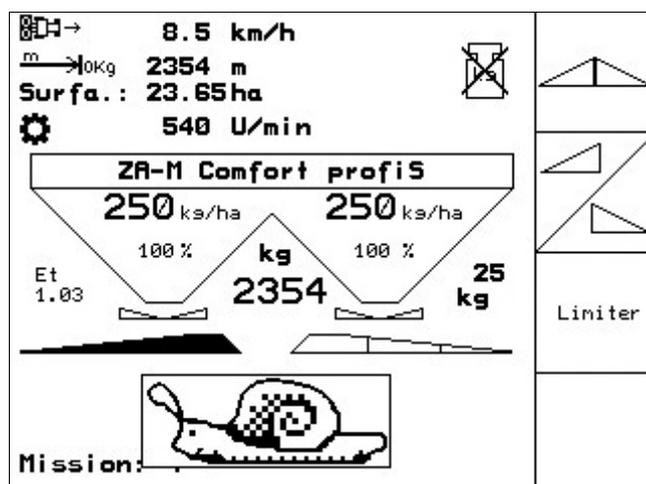

Fig. 54
- passez au Menu travail (Fig. 54).